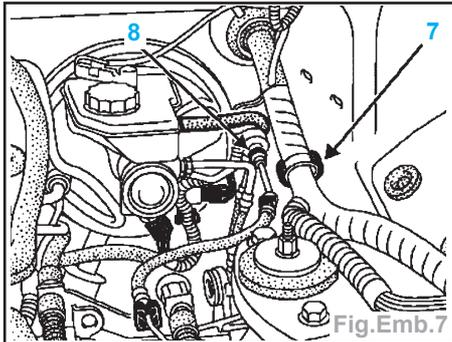

Fig. Emb.7
- Dégager le faisceau électrique du collier (7) (Fig.Emb.7).